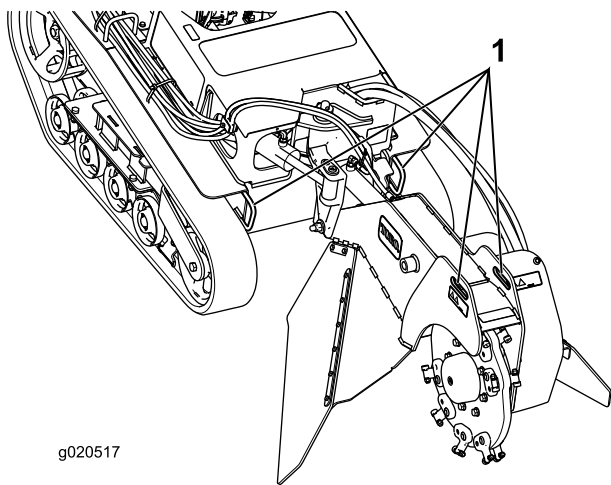
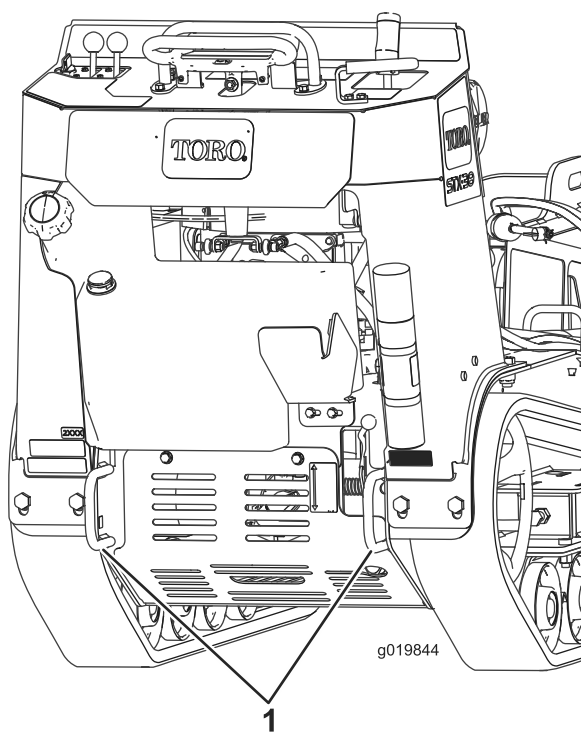

Figura 22
Figura 23
3. Fissate la macchina al rimorchio con catene o cinghie utilizzando gli anelli di attacco/sollevamento sulla parte anteriore e posteriore della macchina (Figura 22 e Figura 23). Fate riferimento alle ordinanze locali per i rimorchi e ai requisiti per i punti di attacco.
La macchina può essere sollevata utilizzando gli anelli di attacco/solevamento come punti di sollevamento (Figura 22 e Figura 23).